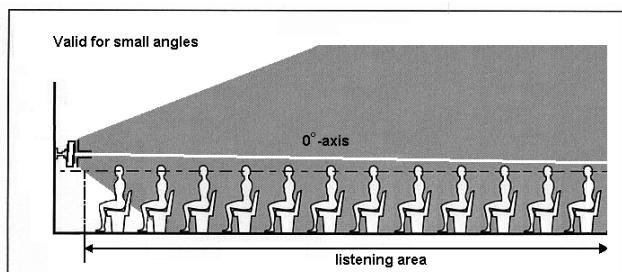

Abbildung 1: Abstrahlung der Lautsprechereinheit in Seitenansicht Wandmontage in kleinem Winkel
1. Bestimmen Sie die Abmessungen des gewünschten Hörbereichs (eine horizontale Ebene auf Ohrenhöhe der Zuhörer – siehe gestrichelte Linie in Abbildung 1).
Wenn Sie einen großen Hörbereich wünschen, wird ein Winkel von rund 3° empfohlen (siehe Abbildung 1). Wie stark sich der Schalldruckpegel mit zunehmender Entfernung von der Lautsprechereinheit verringert, hängt vom Raumhall ab. Um hohe Töne klar hören zu können, sollte der Zuhörer Sichtkontakt zur Lautsprechereinheit haben.
3. Gehen Sie in Diagramm 1 von der maximalen Entfernung auf der horizontalen Achse nach oben. Gehen Sie vom vertikalen Schnittpunkt mit der diagonalen B-Linie horizontal zur vertikalen Achse. Der X-Wert (Höhe der Montagehalterung der Lautsprechereinheit über der Hörebene, „X“ in Abbildung 1) steht auf dieser Achse. Die horizontalen Schnittpunkte mit anderen diagonalen Linien geben Informationen zu den Abmessungen des Hörbereichs an. Diese Werte beziehen sich auf die Abbildungen 2 und 3 (siehe auch das Beispiel unten).